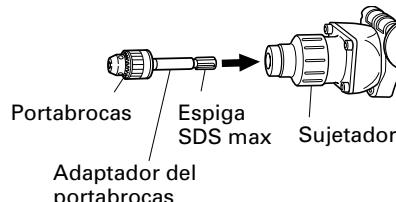

Fig. 14
(2) Fijación del adaptador para portabarrenas al portabarrenas (Fig. 14)
(3) Taladrado